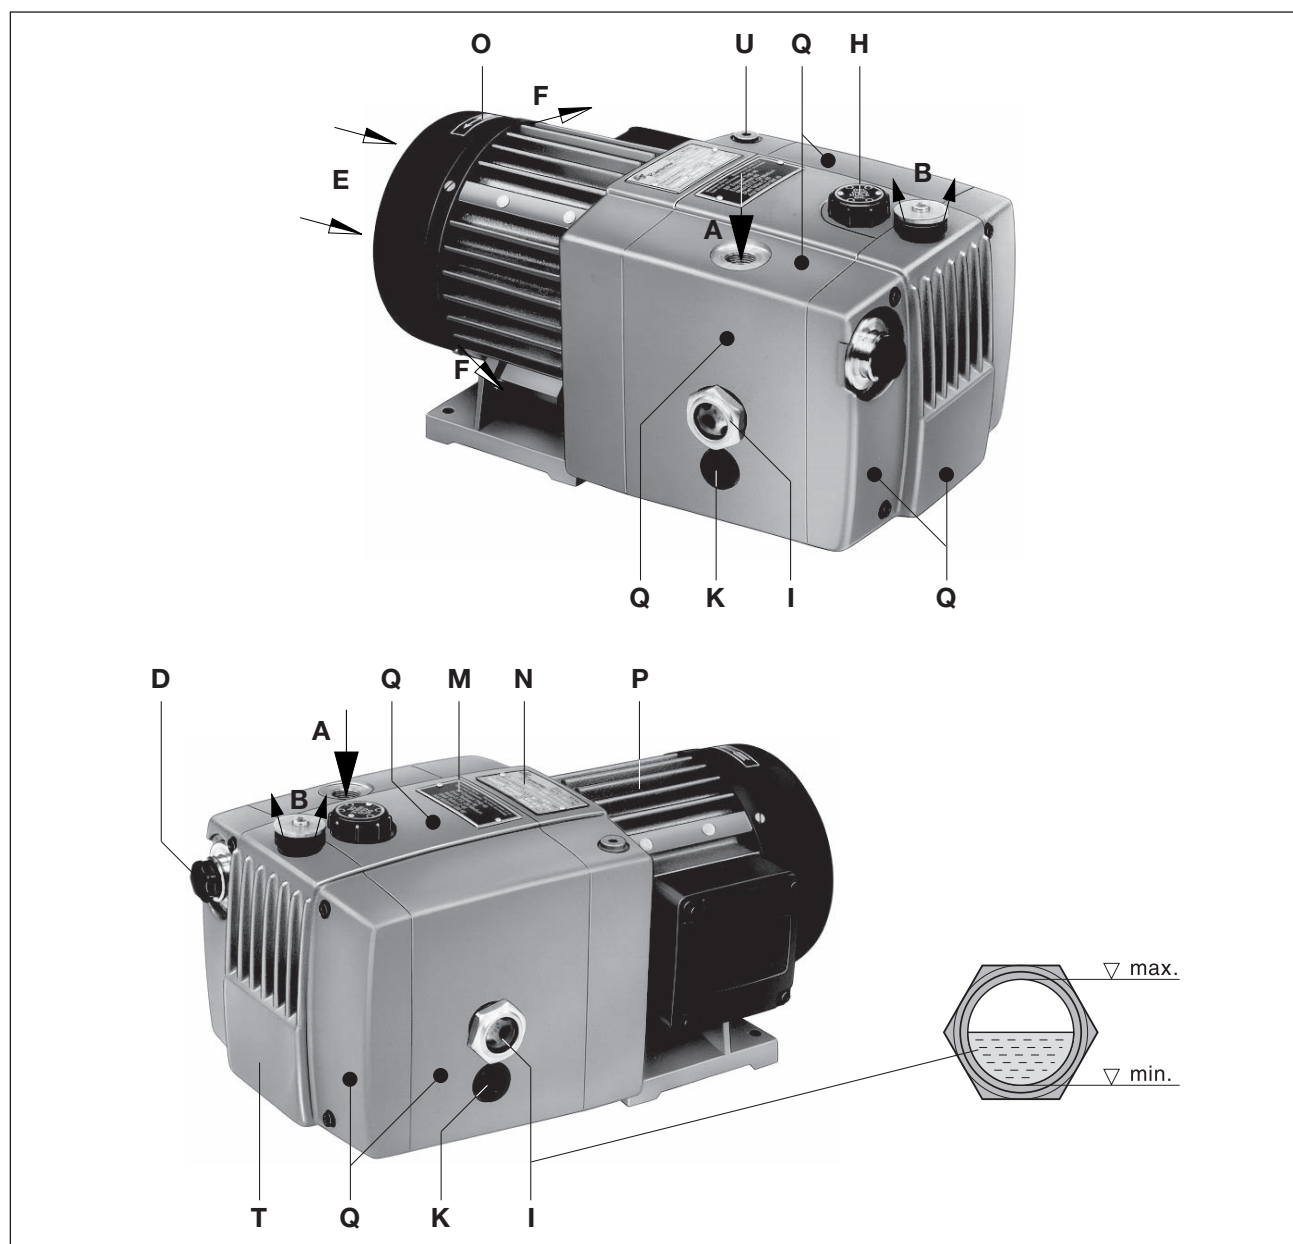

Fig. 1 Vakuumpump V-VGA / V-VGC
Oljepåfyllningspunkt (fig. 1/H), oljesiktglas (fig. 1/I) och oljeavtappning (fig. 1/K) måste vara lätt-tillgängliga.
Kylluftingångarna (fig. 1/E) och kylluftutgångarna (fig. 1/F) måste hålla minst 15 cm avstånd till intilliggande väggar. Kyluft som tränger ut får inte sugas in på nytt. För underhållsarbeten måste det finnas 30 cm avstånd framför filtret (fig. 1/D) oljebehållarlocket (fig. 1/T).
- a) Vakuumanlutning vid (fig. 1/A).
- b) Den uppsugna luften kan blåsas ut fritt genom ljuddämparen (fig. 1/B).
- a) Fyll på smörjoljan (se kapitlet „Underhåll“ avseende lämpliga sorter) från oljepåfyllningspunkten (fig. 1/H) till överkanten på siktblaset (fig. 1/I).
- a) Uppgifter om motorns elektronik finns på märkskylten (Fig. 1/N) eller på motorns märksskylt. Motorerna uppfyller kraven i DIN EN 60034 och tillhör skyddsklass IP 55 samt isoleringsklass F. Lämpligt kopplingsschema finns i motorns anslutningsbox (inte på versionen med kontakt-don). Motoruppgifterna måste jämföras med uppgifterna om det befintliga huvudnätverket (aktuell typ, spänning, nätverksfrekvens, tillåtet strömvärde).